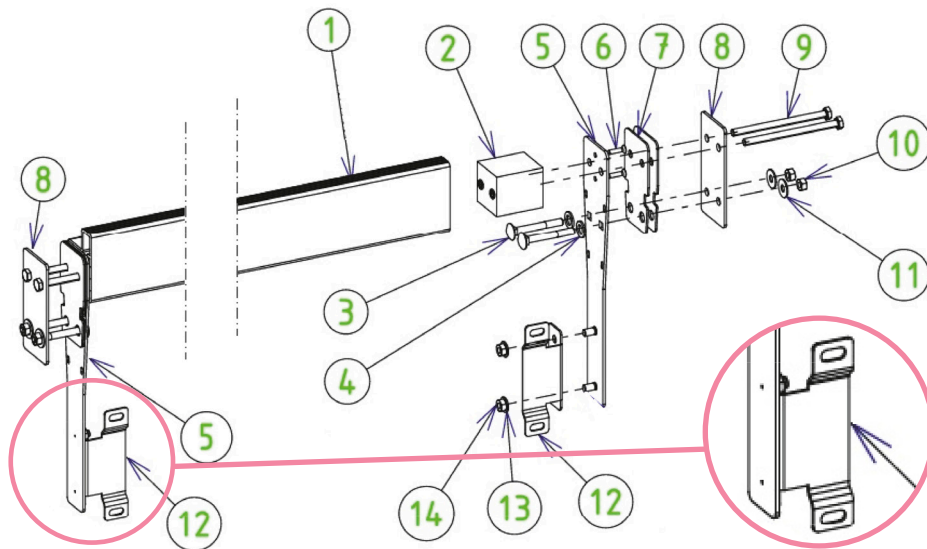

Figura 42 – Ensamblaje y montaje de la vigueta
Los pasos para montar la vigueta se ilustran en la *Figura 42*. Los tornillos necesarios para este montaje están en la bolsa Y. En esta figura, la pared de madera está ubicada entre las piezas 7 y 8, y el liner está ubicado entre las dos juntas de goma (7).
se ubican los orificios alargados sobre las escuadras (12) deben ubicarse en el mismo lado que la vigueta (ver zoom *Figura 42*).
Por último, fije la pared de separación sobre las escuadras (parte 12 de la *Figura 42*) mediante cuatro tornillos estufa (7) de 8 × 16, cuatro arandelas y cuatro tuercas de 8 mm de diámetro de acero inoxidable A4.